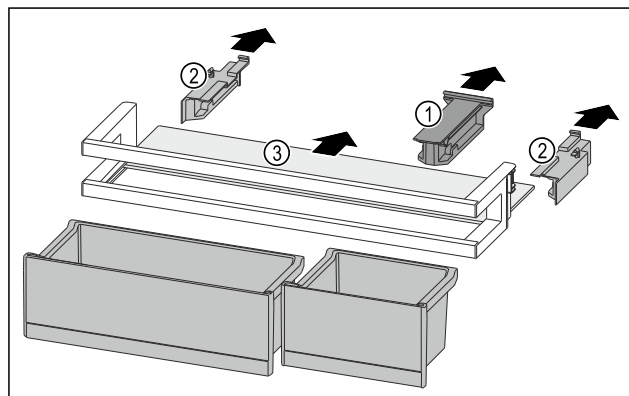

Fig. 172
- Halteteil Fig. 172 (1) abziehen.
- ▶ Seitenteile Fig. 172 (2) abziehen.
- ▶ Abstellfläche Fig. 172 (3) entnehmen.